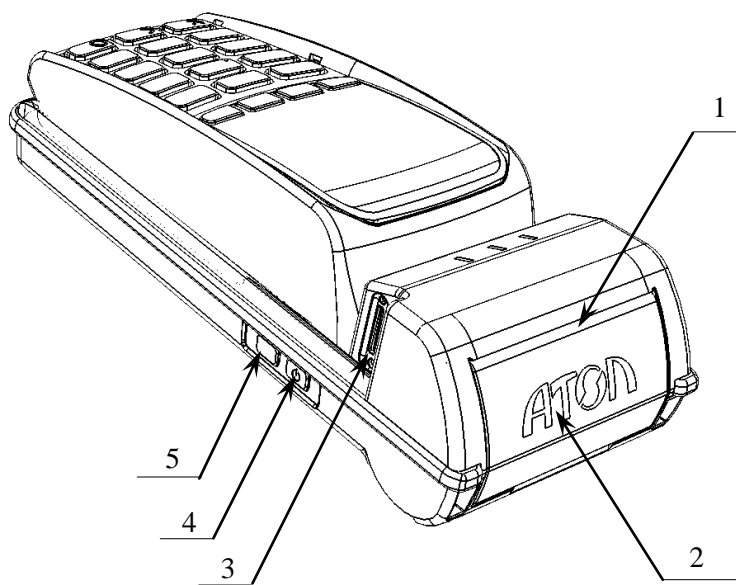

Рисунок 2. Вид сзади/сверху/слева
6. Нажать кнопку промотки ЧЛ (смотрите рисунок 2) и проверить свободный ход ленты.
1. Выключите ПД, если он был включен, нажав на кнопку включения/выключения на правой боковой части корпуса (смотрите рисунок 2).